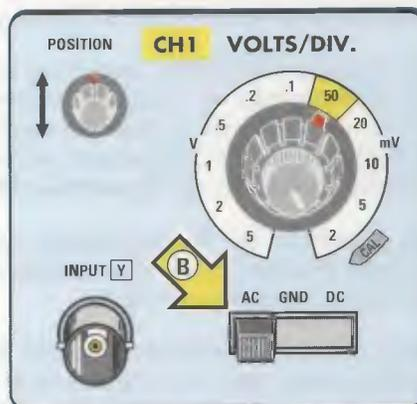

Fig.2 Ruotate il selettore dei Volts/div. sulla portata 50 millivolt e poi spostate la leva indicata dalla freccia gialla B su AC.
- ruotare il selettore Volts/div. del canale CH1 sulla portata 50 millivolt/div. (vedi fig.2) e porre la levetta del selettore AC-GND-DC del canale CH1 sulla posizione AC (vedi freccia B);
Abbiamo scelto per la manopola **Volts/div.** del canale **CH1** (vedi fig.2) una **sensibilità di 50 millivolt** perchè, anche se si dispone del più economico **Generatore RF**, dalla sua uscita si preleverà sempre un segnale di circa **400-500 millivolt**.